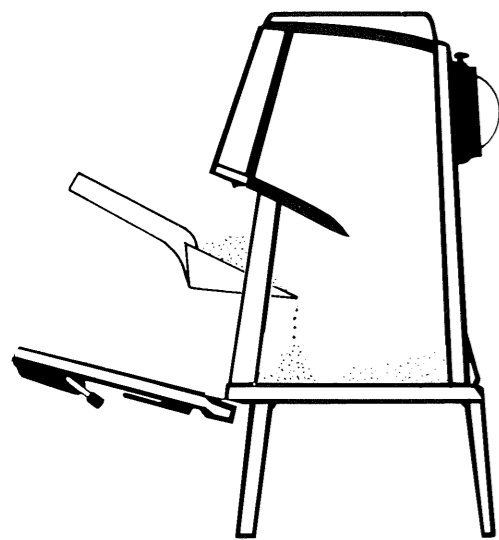

Fig. 7
2. Før ovnen tennes opp legges et lag sand i bunnen for å beskytte bunnplaten. Dette skal dekke toppen av ribbene. Fig. 7.